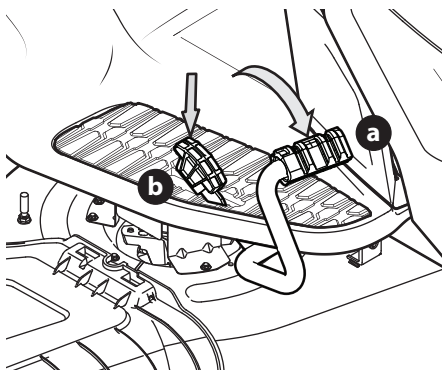

Figure 25
2. Pour vous déplacer en marche avant, appuyez doucement sur la pédale de marche avant (a) jusqu'à ce que vous atteigniez la vitesse désirée (Figure 25).
3. Pour vous déplacer en marche arrière, regardez d'abord derrière vous, puis appuyez doucement sur la pédale de marche arrière jusqu'à ce que vous atteigniez la vitesse désirée (Figure 25).